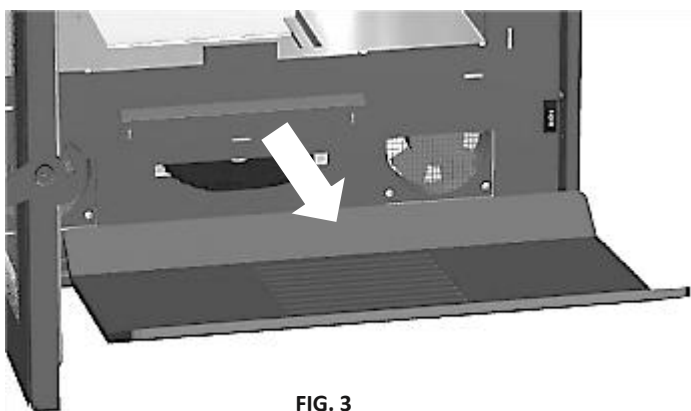

FIG. 3
1. Togliere dal dispositivo i deflettori, le coperture laterali e il fondo. **Fare attenzione ai pezzi di vermiculite, si possono rompere.** (Fig. 3)